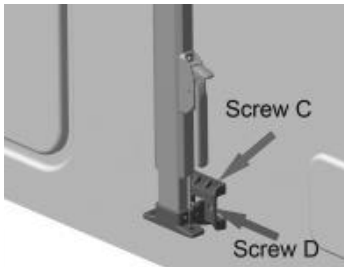

Abbildung C8 Abbildung C9
3.3 Nehmen Sie die unteren Halterungen von den Armen ab, setzen Sie sie mit den Aluminiumplatten in die untere Montageposition ein und befestigen Sie sie mit Schraube C und Schraube D (Abbildung C8). Montieren Sie anschließend den Arm an der Halterung und befestigen Sie die oberen Halterungen ebenfalls mit Schraube C und Schraube D. Achten Sie darauf, dass beide Arme die gleiche Höhe haben (Abbildung C9).